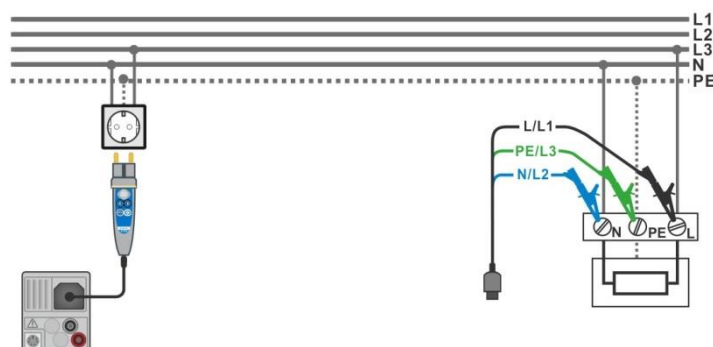

Figura 8.10: Medición AUTO TN
- Conecte las puntas de prueba o el Commander al objeto a prueba (vea la **Figura 8.10**).